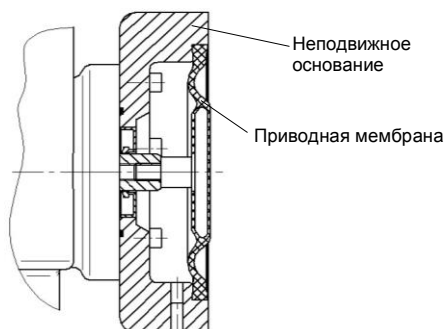

Рис. 42
- перед этим установить длину хода на 50%. Мембрану установить на неподвижное основание – мембрана должна находиться в среднем положении (ср. рис. 42).